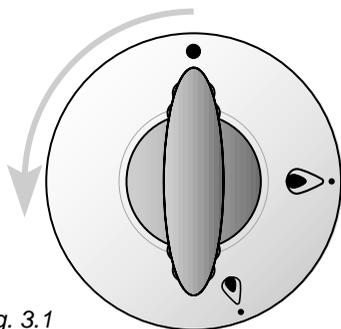

Fig. 3.1
L'afflusso del gas ai bruciatori è regolato da un rubinetto comandato da una manopola (Fig. 3.1, 3.2).
1. Premere a fondo la manopola del rubinetto gas relativo al bruciatore da accendere e, tenendola sempre premuta, ruotarla in senso antiorario di 90° (Fig. 3.1, 3.2, 3.4).